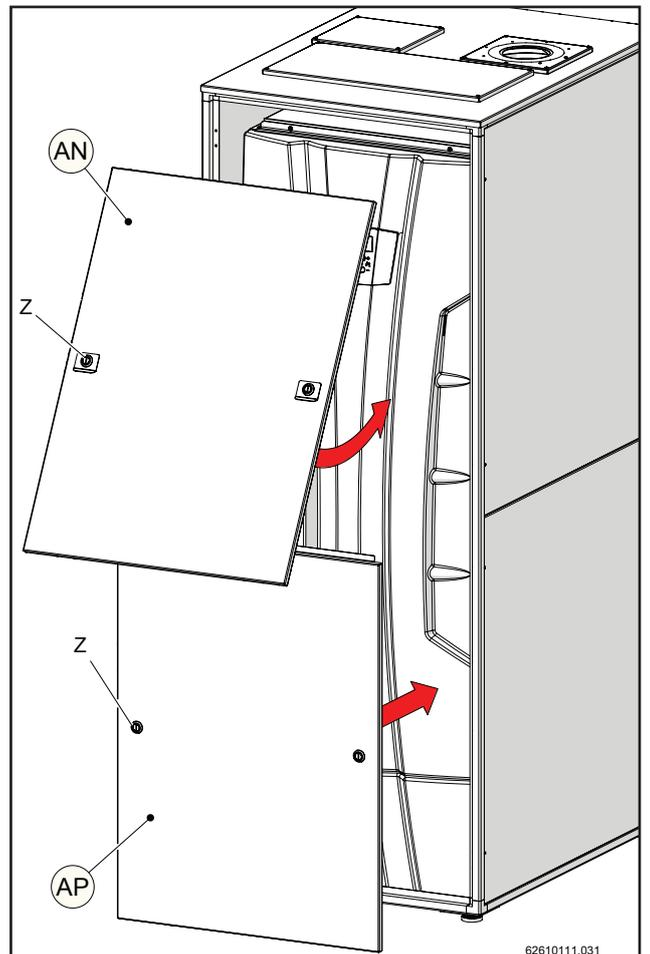
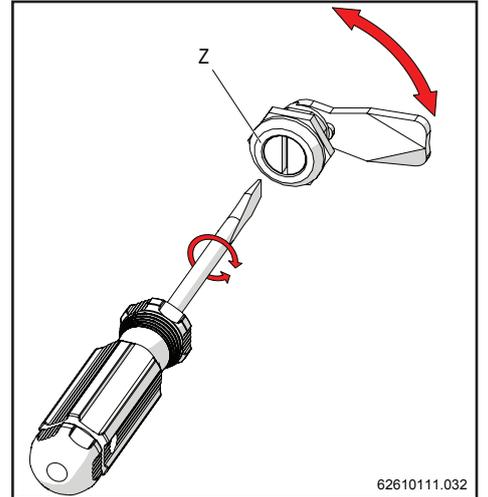

Figure 12-28
Figure 12-30
14.- Appliquer les couvertures (AP) (avant) et (AN) (après), comme le montre dans les fig. 12-28 et 12-29 et les fixer à la structure en ajustant sur les serrures "Z" avec un tournevis à tête plate (fig. 12-30).